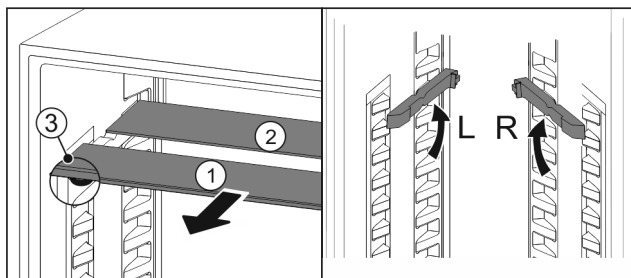

Fig. 117
- ▶ Издърпайте Fig. 117 (1) поотделно стъклените плочи напред.
- ▷ Стъклената плоча Fig. 117 (1) с декоративната лайстна е отпред.
- ▷ Ограничителите Fig. 117 (3) сочат надолу. Уреди с фризерно отделение:*